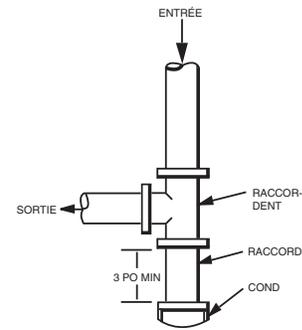

Fig. 8 – Piège à sédiments
4. Installez un piège à sédiments sur la colonne montante qui alimente le module de chauffage (consultez la Fig. 8). Ce point de purge permet de piéger la saleté et les condensats.